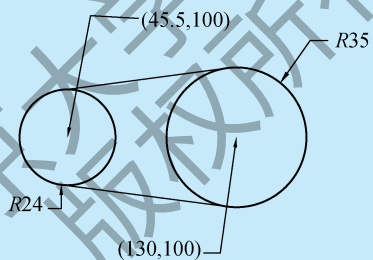

图 2-31 绘制图形
2. 绘制如图 2-31 所示图形, 具体要求如下: (标注不用绘制)